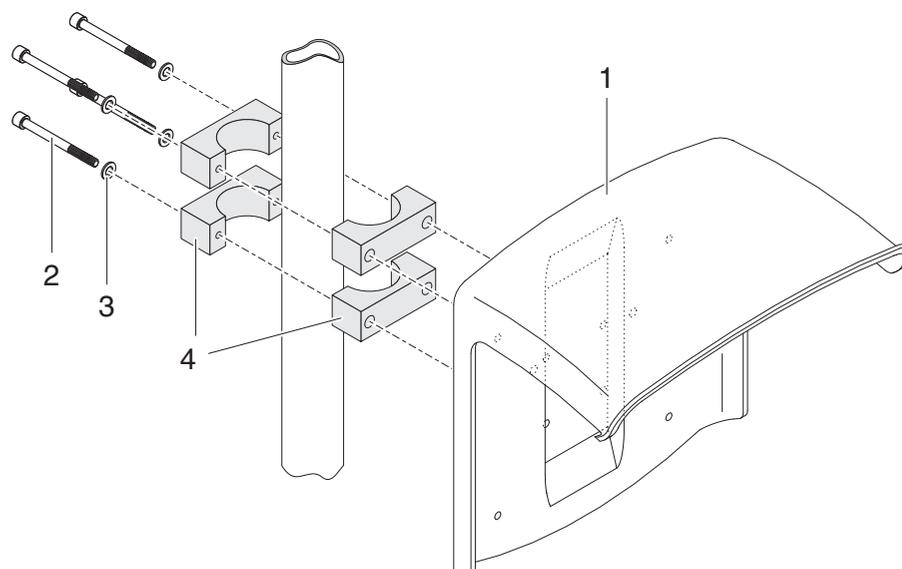

Fig. 3-5 Montaggio dello schermo solare su supporto
- 1 Assicurare lo schermo solare (pos. 1 in Fig. 3-5) dal retro all'altezza richiesta sul supporto utilizzando le quattro viti a brugola (pos. 2), le rondelle (pos. 3) e i morsetti (pos. 4).